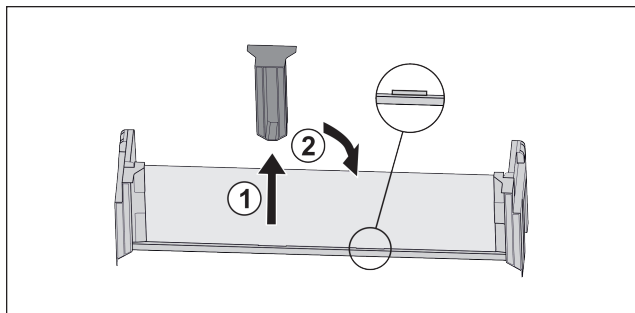

Fig. 83 *
- ▶ Stiahnite stredný pridrzný diel Fig. 83 (1).*
- ▶ Nasadte stredný pridrzný diel do druhej pozície Fig. 83 (2).*